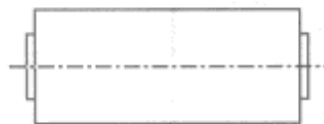

Fig. 4-6
4). Gently turn the guide rollers on both sides counterclockwise until the envelope becomes as shown in Fig. 4-6.
- After the adjustment is complete, eject the tape, then load it again and confirm whether or not the envelope is as shown in Fig. 4-6. If NOT, go back to 1), and perform the adjustment again.
4). 両側のガイドローラーを互いに少しずつ左側に回し、エンベロープを Fig. 4-6 のような形状にする。
5). 調整後、一度テープを EJECT し、再度ローディングを行ないエンベロープが Fig. 4-6 のような形状になっているかを確認する。なっていない場合には、再度 1) 項に戻って調整する。